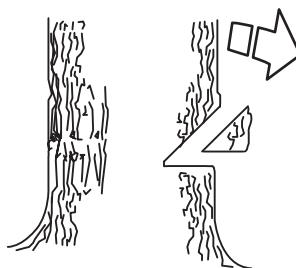

Рисунок 14 — Нижний пропил
- Затем сделайте нижний подпил (см. рис. 14) и убедитесь, что он точно совпадает с нижней частью верхнего пропила. Глубина направляющей зарубки должна составлять 1/4 диаметра ствола, а угол должен быть примерно 45 градусов.